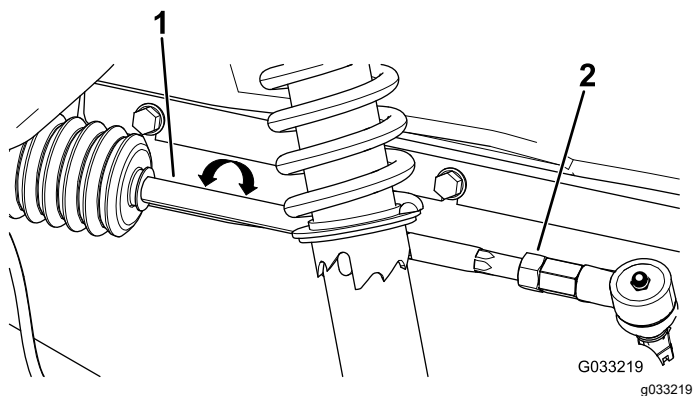

图 55
3. 如果测量值超出 06mm 应松开横拉杆外端的锁紧螺母 图 55。